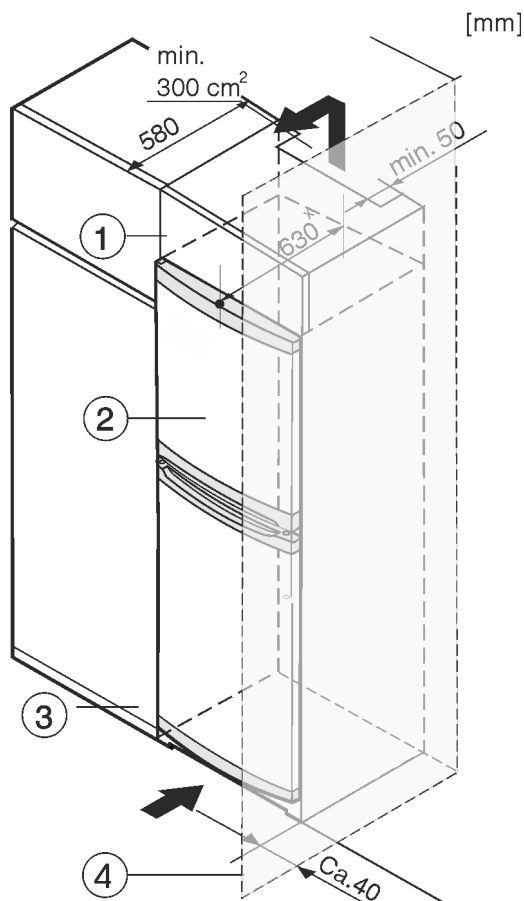

Fig. 8
- (1) Шкаф-пристройка
- (2) Уред
- (3) Кухненски шкаф
- (4) Стена
Уредът може да е обграден с кухненски шкафове. За да изравните височината на уреда Fig. 8 (2) с височината на вградената кухня, над уреда може да се постави шкаф-пристройка Fig. 8 (1).
При обграждане с кухненски шкафове (дълбочина макс. 580 mm) уредът може да се постави непосредствено до кухненския шкаф Fig. 8 (3). Отстрани уредът е издаден на 34 mm *, а в средата на уреда – на 50 mm * спрямо челото на кухненския шкаф.
Когато уредът се поставя с пантите до стена *Fig. 8 (4)*, разстоянието между уреда и стената трябва да е поне 40 mm. Това отговаря на разстоянието, с което дръжките стърчат при отворена врата.